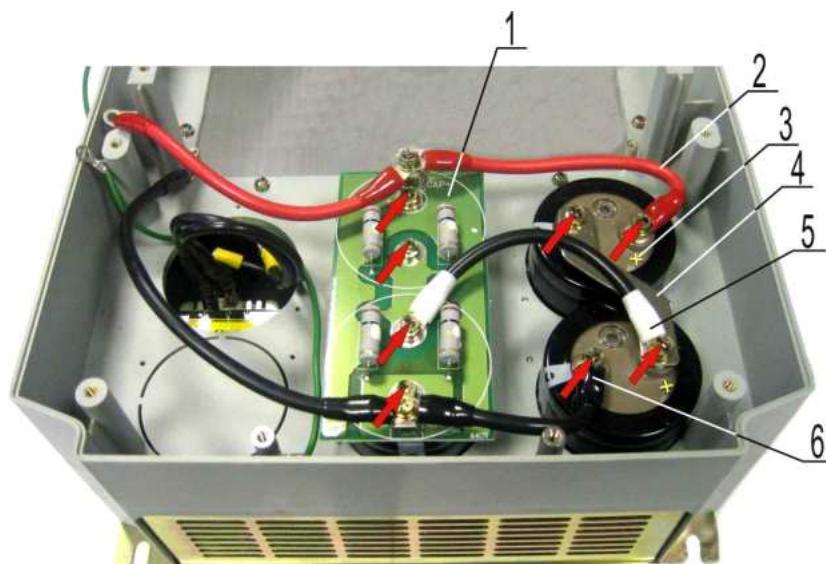

Рис. 6.12
- 6.8.1. Открутить два винта крепления накладной шины 4 и провода 5 (рис. 6.12). Снять наконечник провода 5 с вывода «+» конденсатора. Положить шину и винты в тару.
- 6.8.2. Открутить два винта крепления проводов 2 и 6 (рис. 6.12). Снять наконечники проводов с выводов конденсаторов. Положить винты в тару.